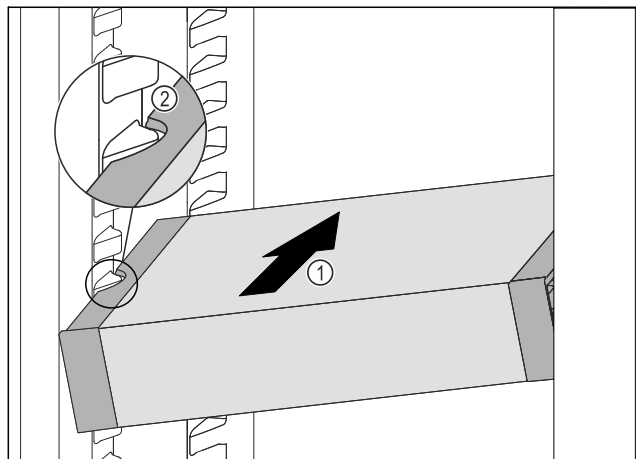

Fig. 126
- VarioSafe schräg in das Kühlteil einschieben Fig. 126 (1), bis sich die seitlichen Aussparungen Fig. 126 (2) des VarioSafes auf Höhe der Behälterrippe im Kühlteil befinden.